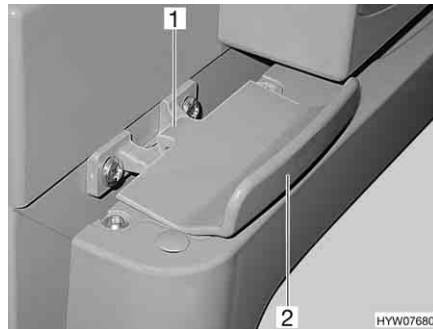

Bild 235 Lås till kylskåpsdörr, låst (Thetford)
- Öppna kylskåpsdörren med handtaget (Bild 235,2). Spärren (Bild 235,1) lossas automatiskt.